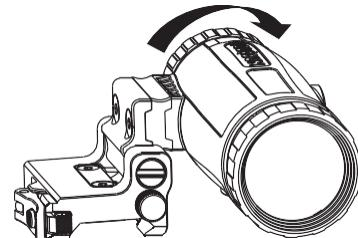

Рис. 3
2. Увеличитель можно откинуть в сторону на 90 градусов, как показано на Рис. 3.
- 1) Откиньте увеличитель в сторону на 90°, как показано на Рис.3.